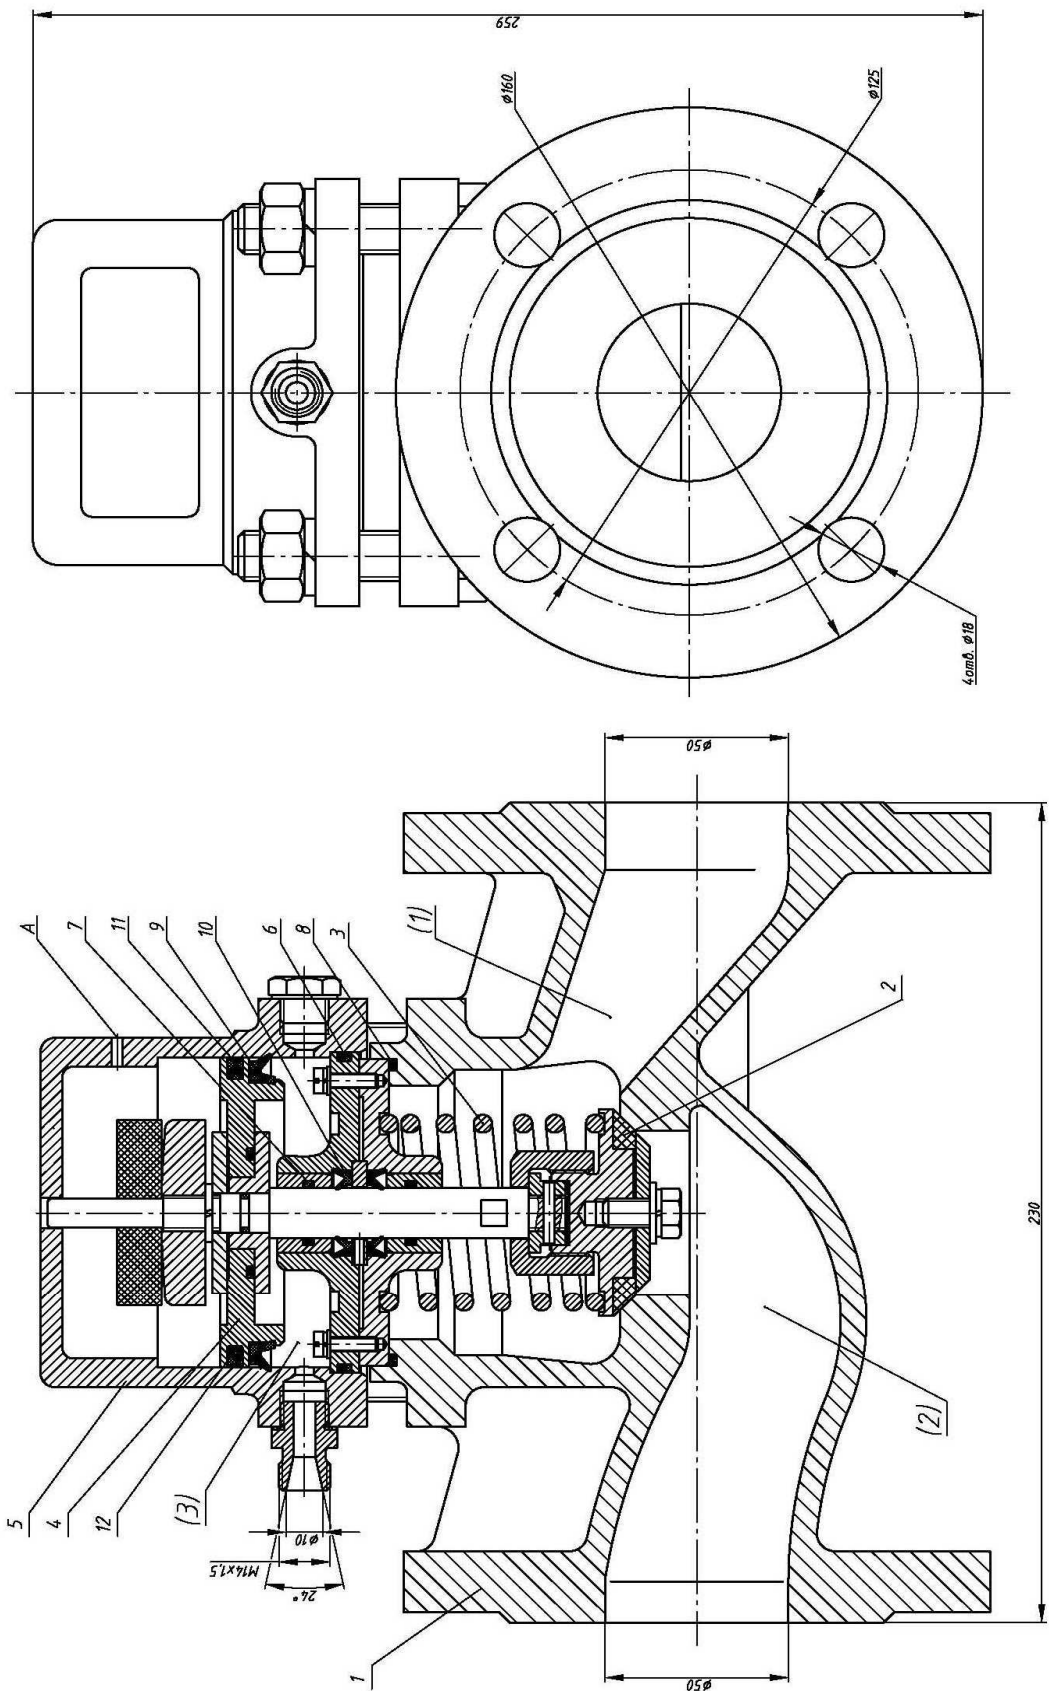

Рисунок 1.
4.1 Клапан состоит из следующих основных деталей и узлов (рисунок 1): корпуса 1; запирающего элемента 2, соединенного штоком с поршнем 4; возвратной пружины 3, пневмопривода 5.
8.6 Если рабочее положение клапана не горизонтальное, то цилиндр 5 (рисунок 1) необходимо повернуть так, чтобы отверстие А было направлено вниз (во избежание попадания атмосферных осадков).